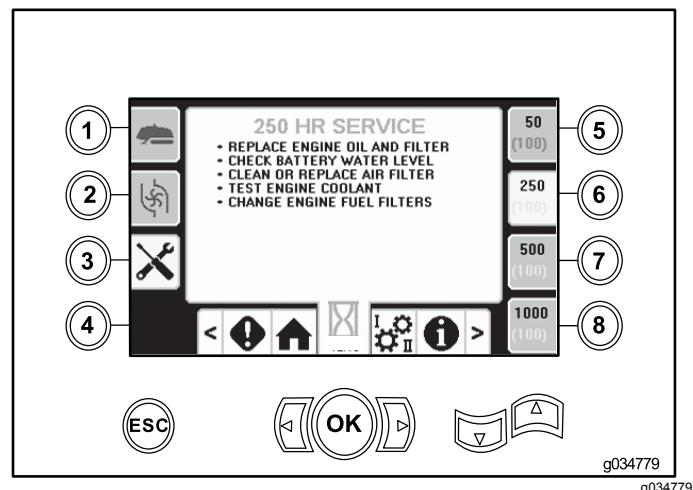

Bild 45
- Taste 6: 250 Stunden (Bild 45)